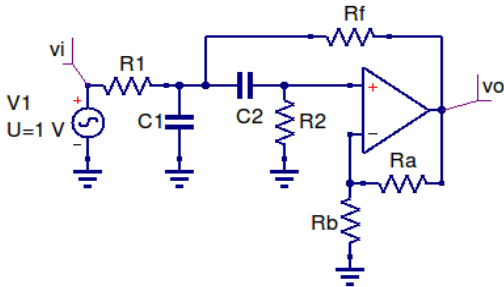

Fig. 6
6) Analise o filtro passa-faixa (PF) de 2ª ordem, contendo circuito RC com AMPOP ideal mostrado na Fig. 6, para obter: